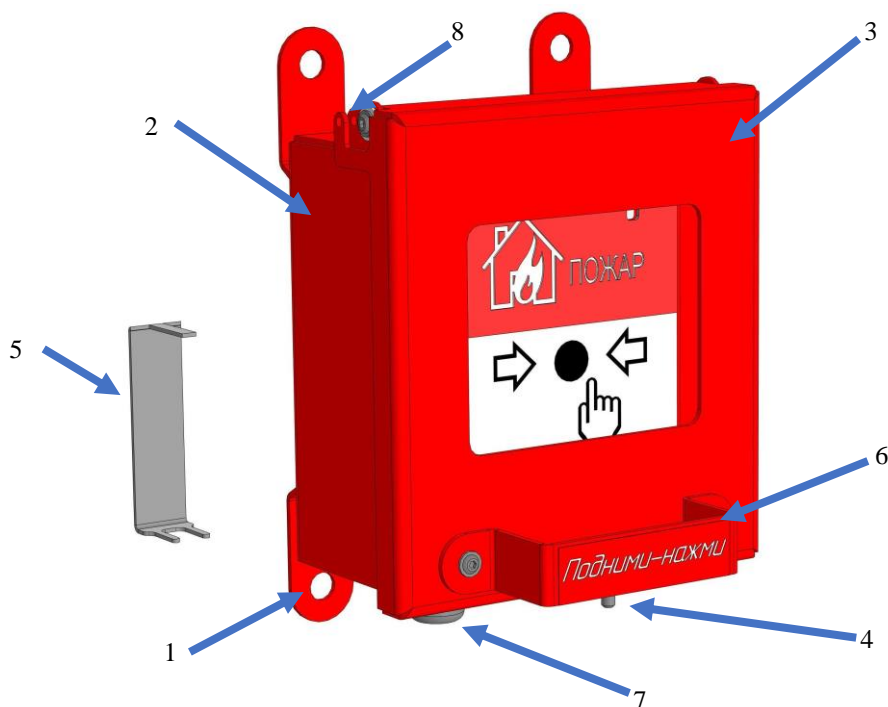

Рисунок 1 – Внешний вид извещателя
- открыть вверх защитную крышку, рис. 1;
- в отверстие корпуса извещателя (снизу) вставить специальный ключ, при этом кнопка вернется в исходное состояние, извещатель перейдет в режим «Дежурный», рис. 1.